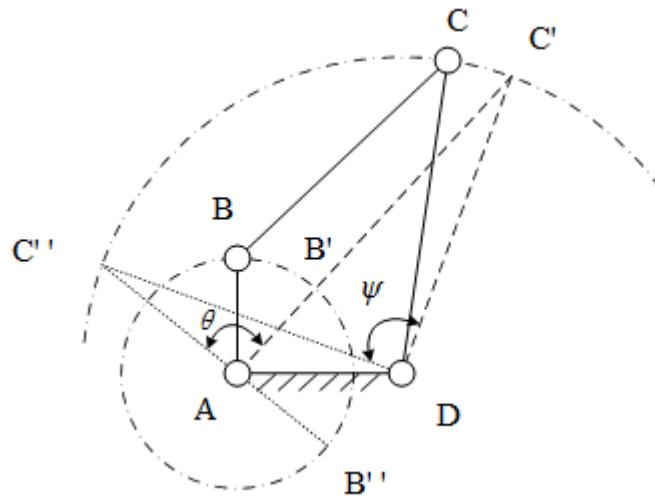

图2-2-5
(2) 极位夹角 θ 和摇杆 CD 的摆角 ψ 如下图2-2-5所示。